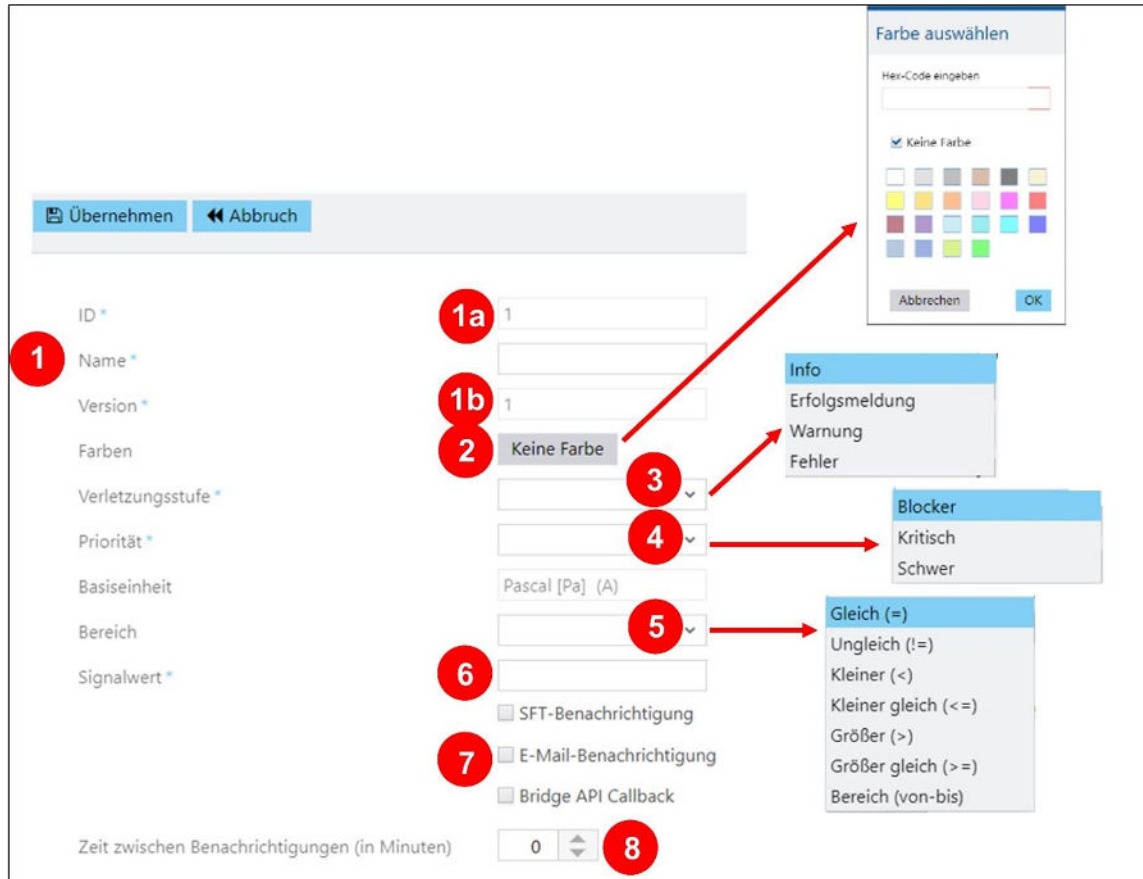

Bild 13: DCI-Zuordnung: Grenzwertverletzungsregeln spezifizieren
3. Konfigurationen ausfüllen (siehe Bild 13).
1. In der Konfiguration der Grenzwertverletzungsregeln (siehe Bild 13, (7)) **E-Mail-Benachrichtigung** klicken.